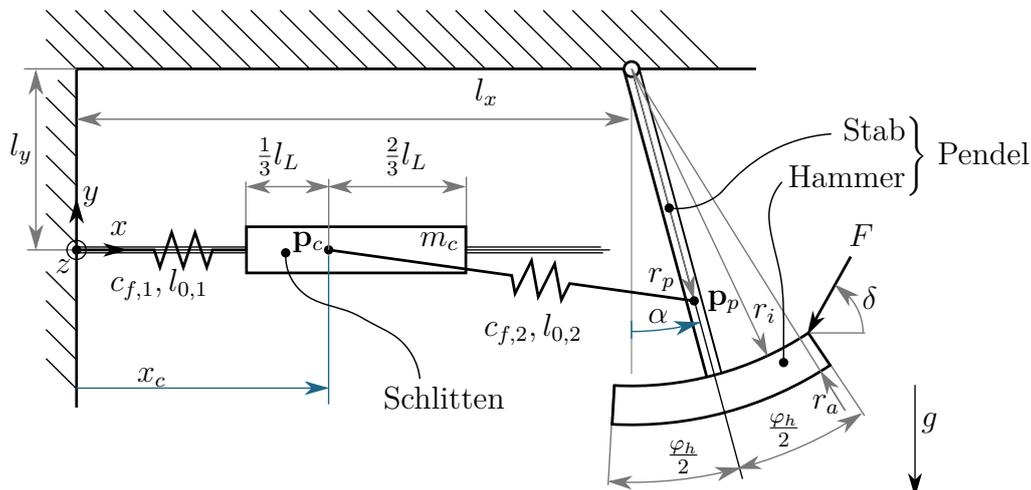

Abbildung 3: Mechanischer Aufbau eines Schlittens welcher über zwei Federn mit der Wand und einem Pendelhammer verbunden ist.
3. Abbildung 3 zeigt den Aufbau eines Schlittens ( $c$ ), welcher über eine lineare Feder mit einem Pendel ( $p$ ) verbunden ist. Die Feder verbindet den Massenschwerpunkt des Schlittens  $\mathbf{p}_c$  mit dem Massenschwerpunkt des Pendels  $\mathbf{p}_p$ . Der Schlitten kann sich durch eine Führungsschiene entlang der  $x$ -Achse frei bewegen und ist mit einer zweiten linearen Feder mit der Wand verbunden. Das Pendel besteht aus einem masselosen Stab ( $s$ ) und einem Hammer ( $h$ ). Der Hammer hat die Form eines Ringsegmentes. Verwenden Sie in Ihren Berechnungen die generalisierten Koordinaten  $\mathbf{q} = [x_c \ \alpha]^T$ . *Hinweis: Die Unterpunkte  $c$ ,  $d$ ,  $e$ , und  $f$  können unabhängig von  $a$  und  $b$  berechnet werden.* 11 P. |